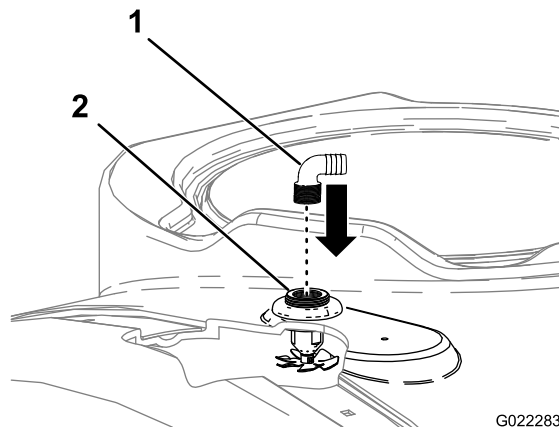

Figura 19
5. Instale uma união roscada de 90° (3/4 pol. NPT x 3/4 pol.) em cada uma das aberturas roscadas dos anteparos do bico de lavagem (Figura 19).